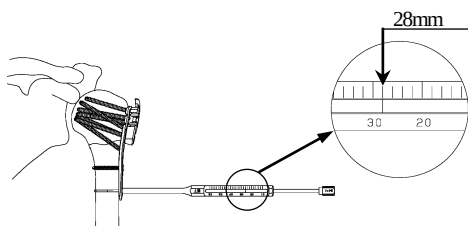

図 17
- 2) 5.0 テーパーヘッドデプスゲージの先端フックを対側皮質に引っ掛け、スケールを読み取ります。(図 17)